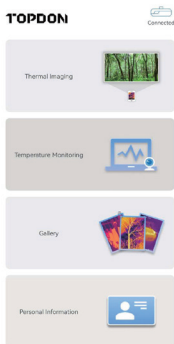

Figura 3.1.3
3. Aprire l'app TC001. L'icona in alto a destra della schermata iniziale mostra "Connesso" (vedi figura 3.1.3).